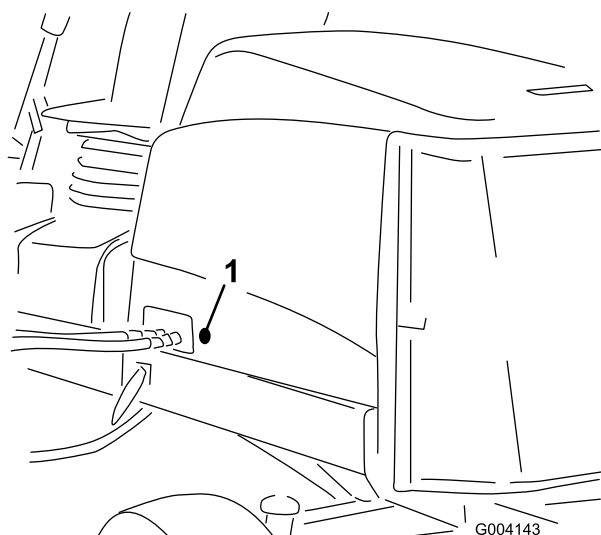

Figura 4
2. Retire o olhal de borracha do orifício do lado esquerdo do capot (Figura 4).